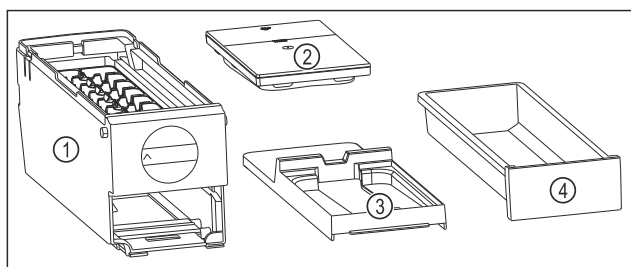

Fig. 80 Súčasti EasyTwist-Ice
- EasyTwist-Ice je rozložený na štyri časti. (pozri Fig. 80)
- Rozložte EasyTwist-Ice len na tie súčasti, ktoré sú na obrázku. (pozri Fig. 80)
- Korpus EasyTwist-Ice Fig. 80 (1) vyčistite ako celok.